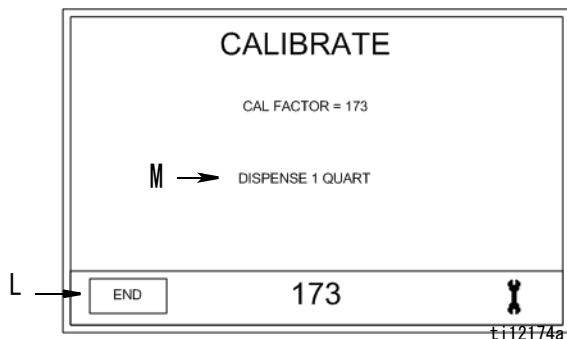

図 14
較正画面 (図 14)
1. 左または右矢印を使用して、カーソルを較正係数フィールド (K) に移動させます。
2. 上または下矢印を使用して、プリセットの較正係数を手動で上か下に調節します。これは較正画面 1 のみで実行可能です (図 14)。
M. ディスペンス、画面 2 にのみ表示されます (図 14)。較正テスト中に操作者がディスプレイした量が表示されます。
メーターの再校正 (図 14)
以下の手順で記述される校正画面 1 と 2 に関しては、図 14、16 ページを参照してください。